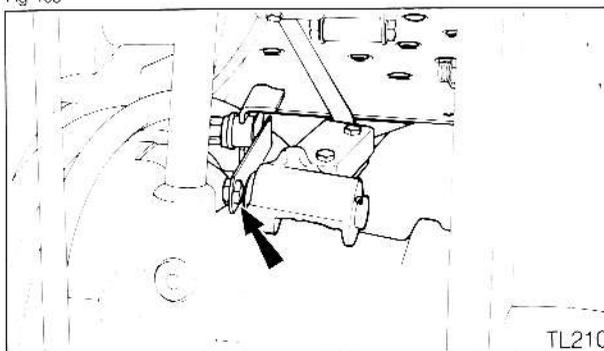

Fig 104
Blocage de différentiel (Fig. 104)
2. Régler la distance (Fig. 104) entre la vis et l'extrémité de la tige de commande à 1 mm (0,040in).